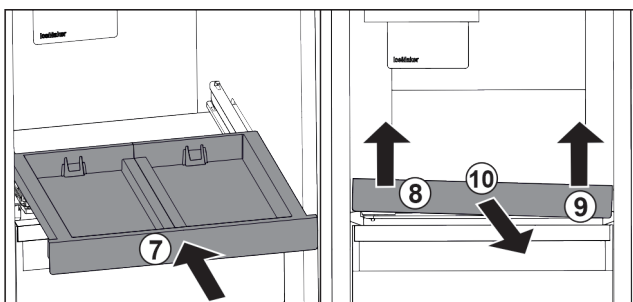

Fig. 35
- ▶ Auszugsbord einschieben. Fig. 35 (7)
- ▶ Auszugsbord vorne links anheben. Fig. 35 (8)
- ▶ Auszugsbord vorne rechts anheben. Fig. 35 (9)
- ▶ Auszugsbord nach vorne entnehmen. Fig. 35 (10)